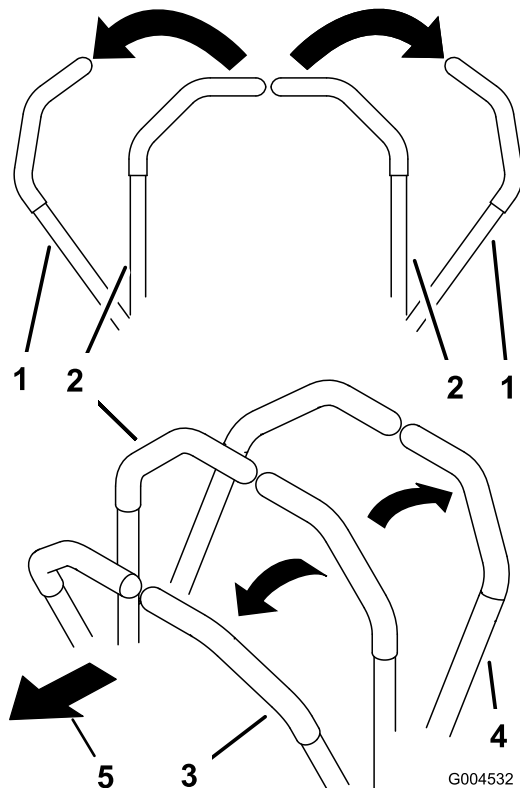

Figure 18
1. Mettez les leviers de commande de déplacement (Figure 18) en position de verrouillage au point mort.
- Pour vous déplacer en ligne droite en marche avant, poussez doucement les leviers de commande de déplacement vers l'avant (Figure 18).
- Pour vous déplacer en en ligne droite en marche arrière, tirez doucement les leviers en arrière (Figure 18).
levier du côté opposé à celui que vous voulez prendre (Figure 18).